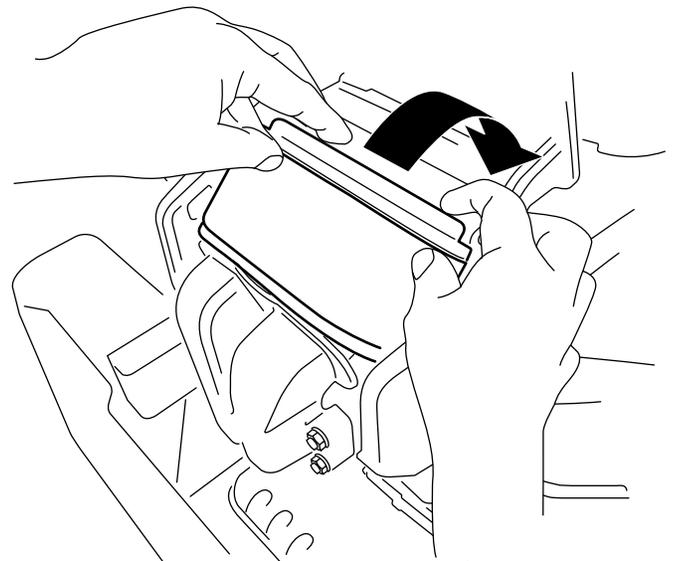

Figure 41
3. Tournez le filtre pour l'insérer dans la chambre et enfoncez-le complètement contre le collecteur (Figure 41).